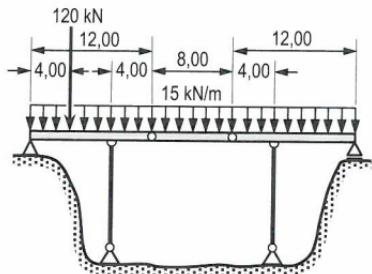

Bild 9.29: Gelenkbrückenträger
11. Gelenkbrückenträger (**Bild 9.29**).